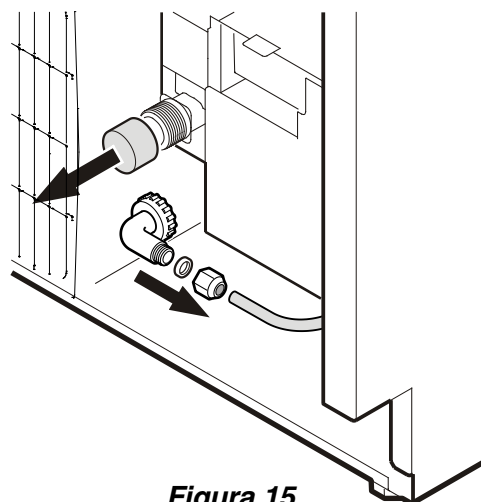

Figura 15
- Retire la cubierta del conector de la válvula (**Figura 15**).
- La tubería de agua es visible al frente del aparato. Conecte la línea de agua al adaptador del diámetro exterior (**Figura 15**).